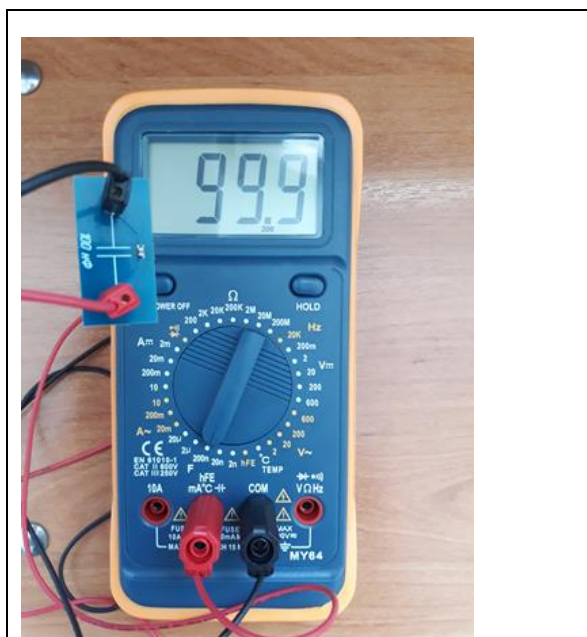

Рис. 3. Мультиметр в режиме измерения емкости
1. Переведите мультиметр в режим измерения емкости, рис. 3. Правильно выберите масштаб измерений на шкале.